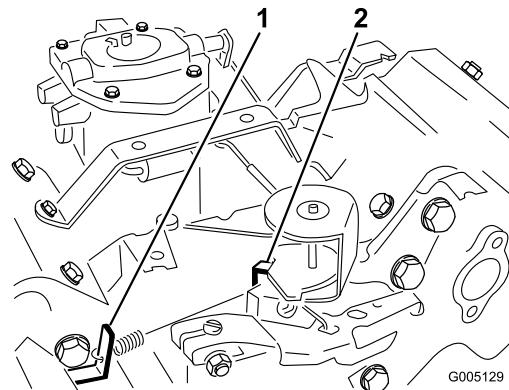

Bild 50
3. Biegen Sie den Anker-Federmitnehmer (Bild 50), um eine Leerlaufgeschwindigkeit von 1650 ± 100 U/min zu erzielen. Prüfen Sie die Motordrehzahl mit einem Drehzahlmesser.
5. Stellen Sie den Gasbedienungshebel auf „Schnell“. Biegen Sie den Federankermutter in der Vollgaseinstellung (Bild 50), bis Sie eine Vollgasdrehzahl von 2800 ± 50 U/min realisieren.